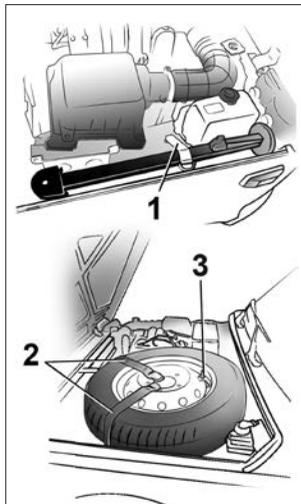

Рис. 45. Укладка и крепление домкрата и запасного колеса
– уложите домкрат и запасное колесо, как показано на рис. 45, и закрепите их эластичными ремнями **1** и **2**.